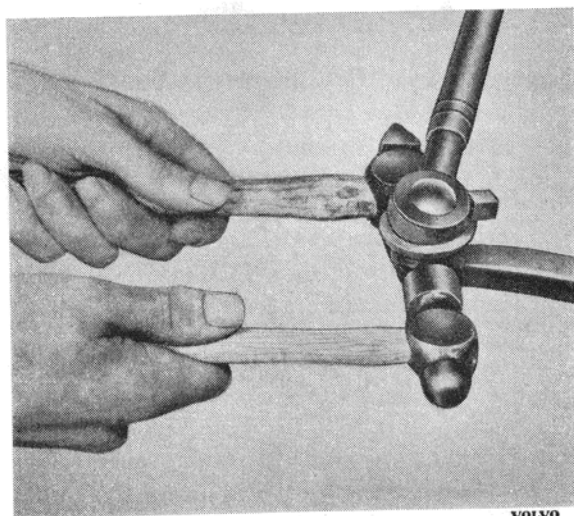

Bild 11. Demontering av styrstag.
5. Tag bort saxpinne och mutter för styrstaget. Knacka med en hammare runt styrstagets infästning i styrarmen. Använd en större hammare som mothåll (bild 11). Styrstaget lossas härvid.